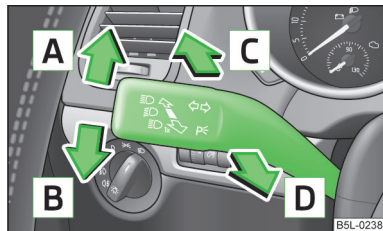

Fig. 26
- Per inserire gli abbaglianti premere leggermente in avanti la relativa leva » fig. 26 a pagina 44 in posizione molleggiata.
- Premere la leva » fig. 26 verso l'alto  o verso il basso .